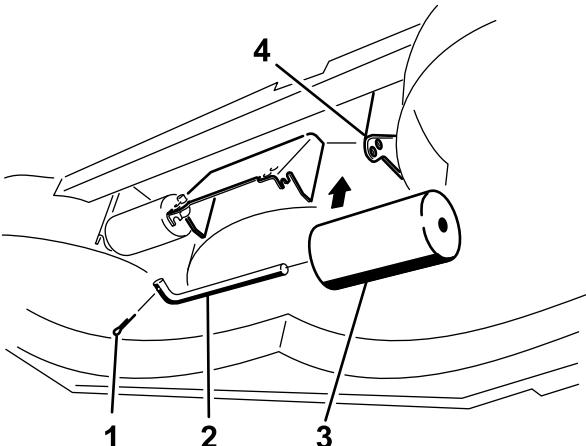

Bild 24
4. Nehmen Sie die Befestigungen ab, mit denen jede Rolle am Mähwerk befestigt ist, und schieben Sie die Rollen nach oben oder unten, siehe Bild 20 bis Bild 24 abhängig vom Mähwerk.